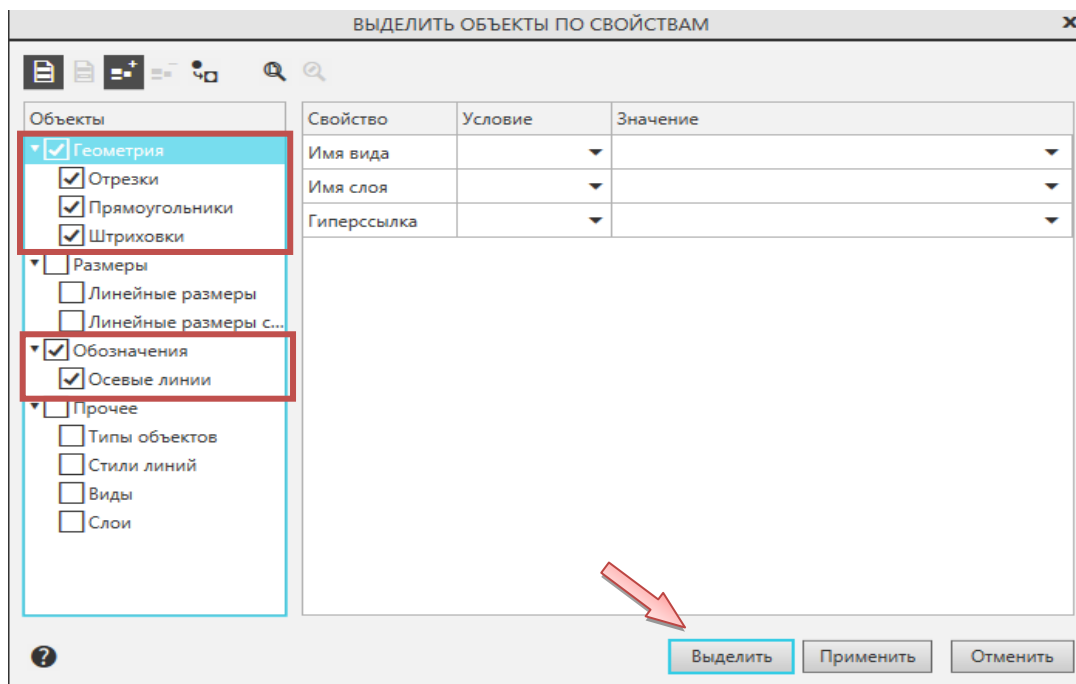

Рис. 2.14. Окно выбора элементов чертежа «Бандаж» для выделения
- Отметьте галочками: «Геометрия» и «Обозначения». Нажать кнопку «Выделить» (рис. 2.14).